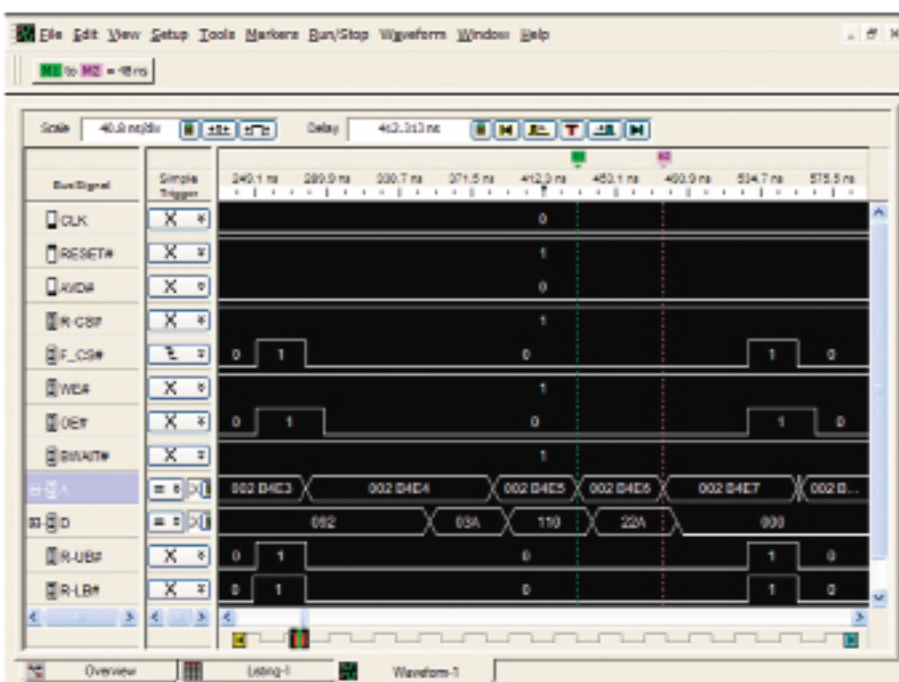

Bild 3. Testresultat från Wingboard – här en "page-read" hos ett parallellt NOR-flash.
- testa tillämpningen i drift i både hårdvara och kundspecifik mjukvara (bild 3)